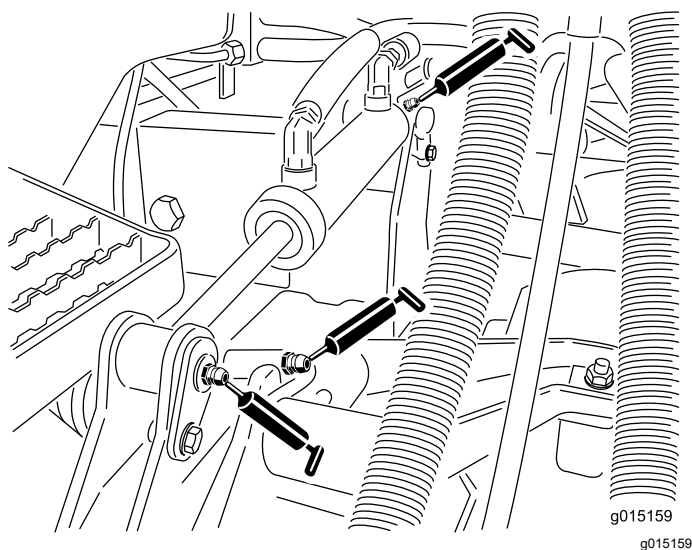

Figura 72
- Casquillos de los cilindros de elevación (2 por unidad de corte) (Figura 72)
- Casquillos de los brazos de elevación (1 por unidad de corte) (Figura 72)